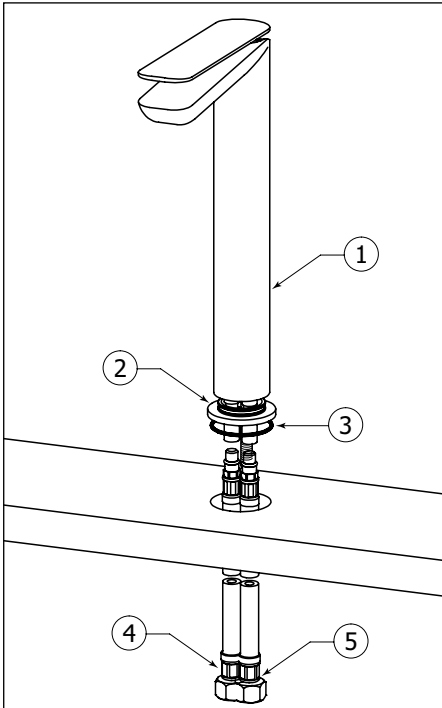

Fig.1
Place the spout base (2) and rubber ring (3) against the faucet body (1). Then screw on the hot and cold water hoses (4&5). Insert the flexible hoses with faucet body (1) into the hole (Ø 1-3/8") of the sink or countertop as shown (Fig.1).
Insérer les tuyaux flexibles avec le corps du robinet (1) dans le trou (Ø 1-3/8") du lavabo ou du comptoir tel qu'illustré (Fig.1).